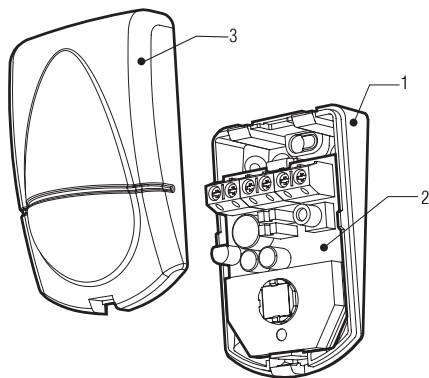

Рис. 1
Извещатель конструктивно выполнен в виде одного блока (рис. 1) и состоит из основания (1), печатной платы с элементами (2) и крышки с линзой (3).